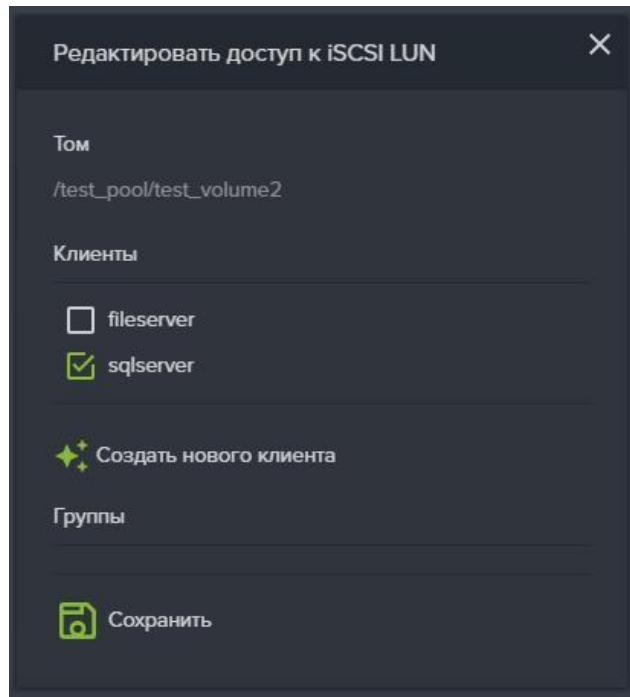

Рисунок 51 – Доступ к iSCSI LUN
3. Нажмите на кнопку «Редактировать доступ», откроется одноименное окно (см. Рисунок 51).
3. Нажать на кнопку «Редактировать доступ», откроется одноименное окно (см. Рисунок 51).